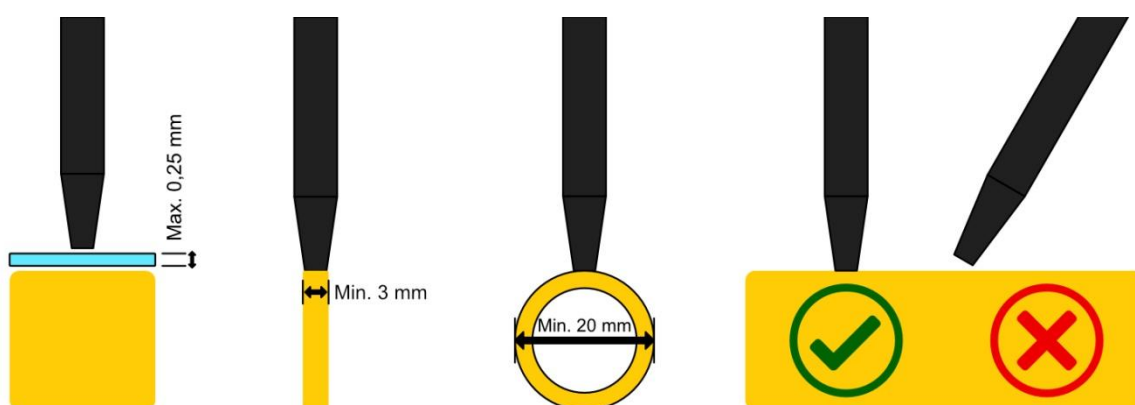

Abbildung 2 – Hinweise zur Sensorposition
Halten Sie zur Bestimmung des Leitwerts Ihres Prüfobjekts die Spitze des Stifts senkrecht auf die Oberfläche (*siehe Abbildung 2*). **Setzen Sie die Spitze nicht zu kraftvoll oder auf scharfkantige Prägeränder auf, da dies zur Schädigung bzw. Zerstörung der sensiblen Spule in der Spitze führen kann. Ein leichtes Aufsetzen wie beim Schreiben mit einem Kugelschreiber ist dafür völlig ausreichend.** Das Gerät führt pro Sekunde zwei Messungen aus. Dabei wird der Leitwert im Display mit einer Genauigkeit von einer Nachkommastelle stetig ausgegeben (3). Durch die Messintervalle und der anwenderbedingten Positionsänderung der Sensorspitze während der Messung kann es vorkommen, dass der ausgegebene Leitwert nicht konstant bei einem Zahlenwert verharrt.
Bedingungen für optimale Messergebnisse (siehe Abbildung 2):